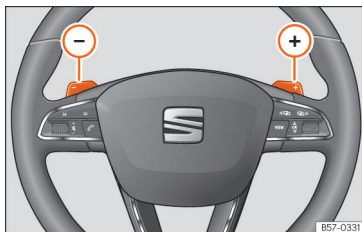

Abb. 246 Lenkrad: die Hebel für Automatikgetriebe.
- Tippen Sie die Schaltwippe (+), um einen Gang hochzuschalten »» **Abb. 246**.